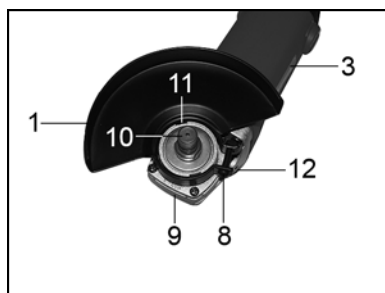

Рис.5.
7.1 Установка защитного кожуха (Рис. 5).